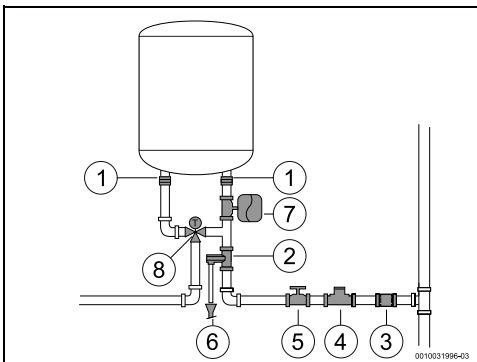

Fig. 11 Ligação de água
- ▶ Fechar a válvula de corte de água (→ Fig. 11, [5]).
- ▶ instalar uma válvula redutora (Fig. 11, [4]). A válvula de descarga vai atuar sempre que a pressão da água no aparelho for superior a 8 bar ( $\pm 0,5$  bar), pelo que é necessário prever uma forma de canalizar o escoamento dessa água.
- ▶ instalar um vaso de expansão (Fig. 11, [7]) para evitar que a abertura da válvula de descarga seja tão frequente. O volume do vaso de expansão deve ser o equivalente a 5% do volume do aparelho.